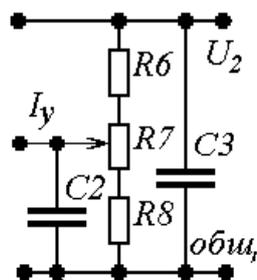

Рис.22. Вариант 1
$$R_8 = (1 - \gamma_p) R_{ДН} - 0.5R_7, \text{ для рис. 22.} \quad (54)$$
$$R_6 = \gamma_p R_{ДН} - 0.5R_7, \text{ для рис. 22.} \quad (55)$$
$$\gamma = \frac{R_6 + 0.5R_7}{R_6 + R_7 + R_8}, \text{ для рис. 22.} \quad (57)$$